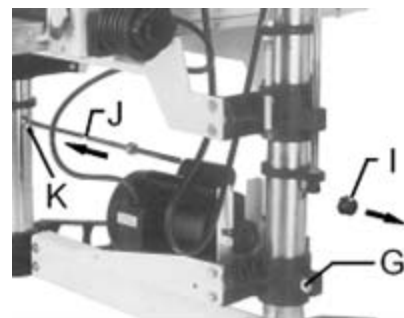

Рис. 25
Удалите коническую шестерню (I, Рис. 25) и ослабьте хомут (K).